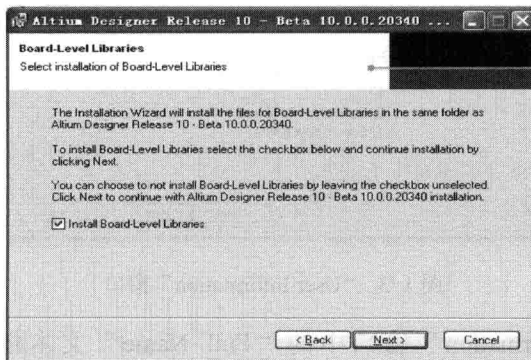

图 1-6 “Board-Level Libraries”窗口
(6) 选择软件安装的路径后，单击“Next”按钮，显示如图 1-6 所示的“Board-Level Libraries”窗口。